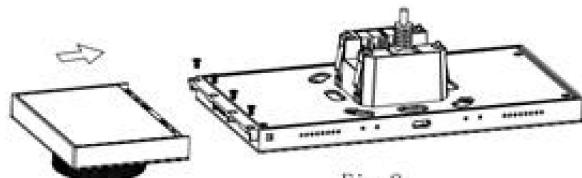
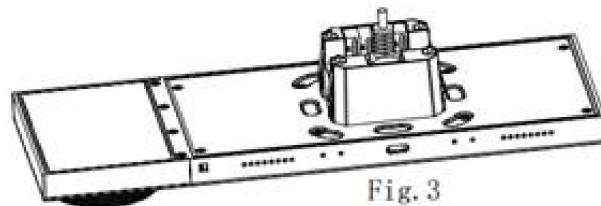

Fig. 2
Fig. 3
- Assemblez la borne 6PIN du S7 Extension Sub Panel avec le bloc de connexion du KNX Smart Touch S7 et fixez-le avec des vis. Comme le montre la fig.2 ; L'installation du sous-panneau d'extension S7 et du KNX Smart Touch S7 est terminée. Comme le montre la fig.3 ;